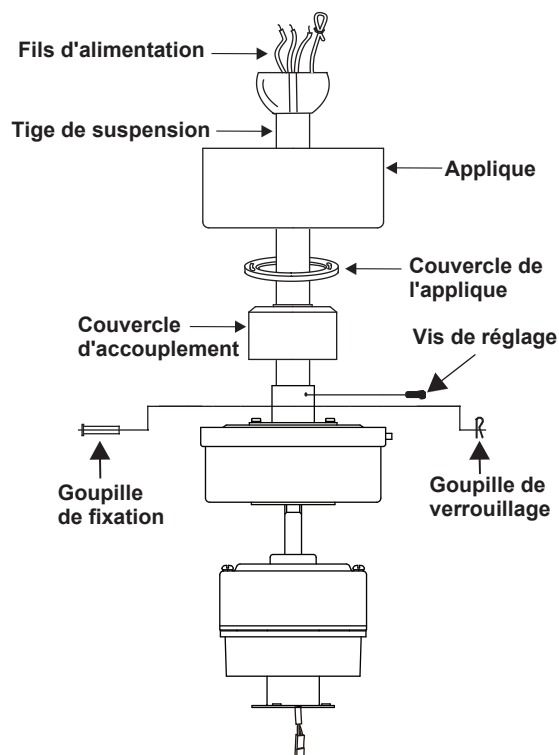

Figure 7
4. Desserrez les deux vis de réglage et retirez la goupille de fixation et la goupille de verrouillage de l'arbre central/accouplement supérieur de l'assemblage du moteur. Cela permettra à la tige de suspension d'entrer dans l'arbre central. (Fig. 7)
5. Acheminez les fils sortant du haut du moteur du ventilateur à travers le couvercle d'accouplement, le couvercle de l'applique et l'applique, puis à travers la boule/tige de suspension. (Fig. 7)
6. Alignez les trous au bas de la tige de suspension avec les trous dans le collier sur le dessus du carter du moteur. Insérez soigneusement la goupille de fixation à travers les trous du collier et de la tige de suspension. Veillez à ne pas coincer la goupille contre le câblage à l'intérieur de la tige de suspension. Insérez la goupille de verrouillage dans le trou près de l'extrémité de la goupille de fixation jusqu'à ce qu'elle s'enclenche dans sa position verrouillée. (Fig. 7)